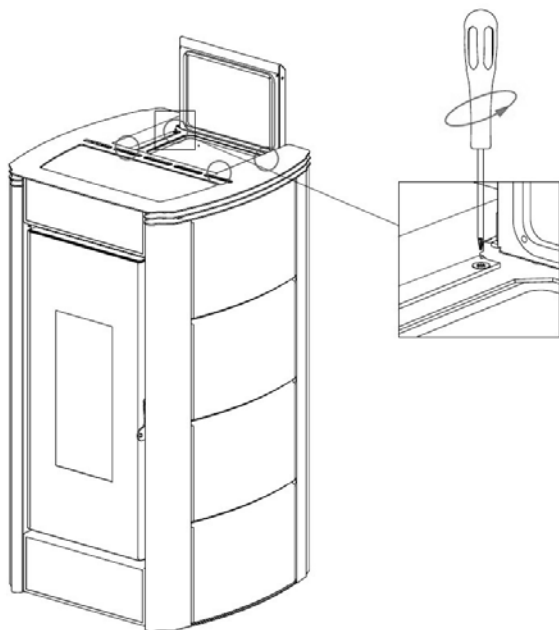

Fig. 34 - Verwijdering van de schroeven
- Het deksel verwijderen: de bovenste 4 schroeven losdraaien (zie **Fig. 34**).